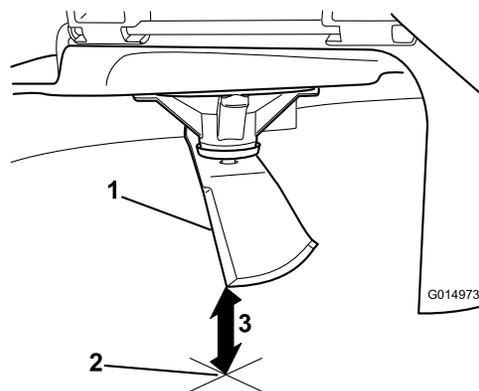

Figura 58
- Mida desde la punta de la cuchilla hasta la superficie plana (Figura 58).